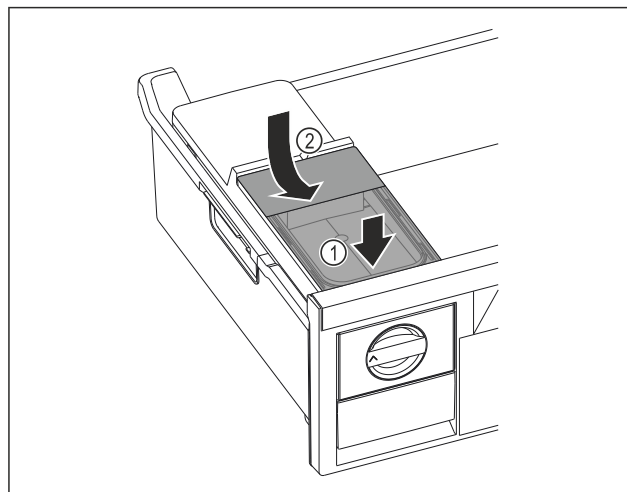

Fig. 104
- ▶ Așezați în față rezervorul de apă. Fig. 104 (1)
- ▶ Coborâți în spate rezervorul de apă. Fig. 104 (2)